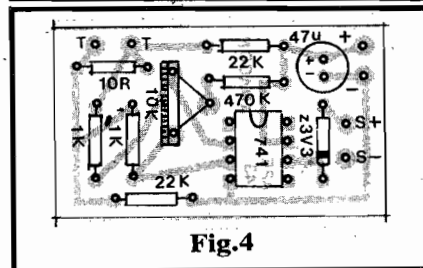

Fig.4
- **FIG. 4 - CHAPEADO DA MONTAGEM** - Também sem "segredos" (a menos que o Leitor seja um iniciante ainda "pagão"...): a figura mostra a placa pelo seu lado não cobreado, com o habitual detalhamento de informações sempre encontrado nas matérias de APE... Requerem maior atenção apenas o Integrado, o diodo zener e o capacitor eletrolítico, já que suas colocações na placa têm posições **únicas** (não podem ser "invertidos", sob hipótese alguma...). Quanto ao **trim-pot**, "nada consta" (talvez seja necessário um leve "alargamento" na furação das respectivas ilhas, devido ao fato dos seus terminais apresentarem um calibre um pouco maior do que o normal, dos demais componentes...). A respeito dos resistores comuns, é só não errar sobre "o quê vai onde"... Quem tiver dúvidas sobre a leitura dos valores, deve consultar (sem acanhamentos...) o **TABELÃO APE**, que "destrincha" só códigos de cores e outras "mumunhas"... As soldagens são poucas, mas ainda assim devem ser feitas com cuidado, conferidas ao final (juntamente com a inevitável verificação de valores, posições, polaridades, etc.). Tudo confirmado, podem ser "amputadas" as sobras de "pernas" e terminais, pelo lado cobreado...